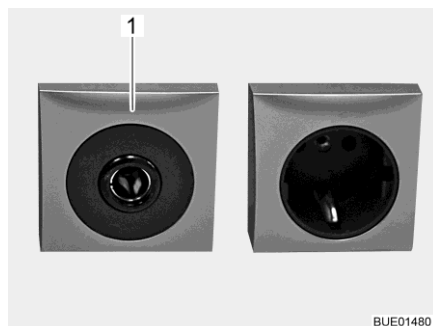

Fig. 180 Prise de courant 12 V/10 A
- ▷ Ne brancher aux prises de courant (Fig. 180,1) du réseau de bord 12 V que des appareils de maximum 10 A.